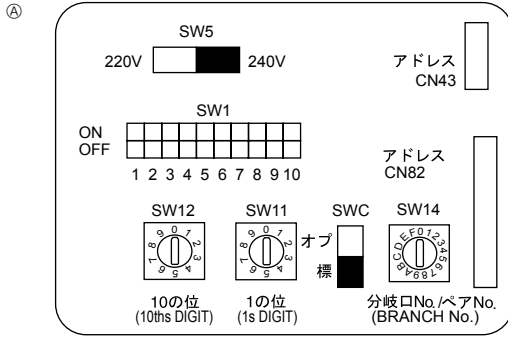

Fig. 7-4
7.5. Adreslerin düzenlenmesi (Fig. 7-4)
④ Adres levhası
7.6. Oda sıcaklığının uzaktan kumanda ünitesindeki entegre sensörle algılanması (Fig.7-4)